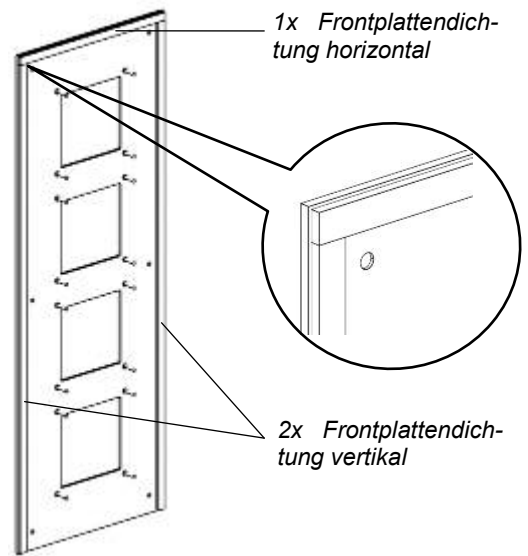

Abb. 9: Frontplatte (Ansicht von Hinten)
- ▶ Kleben Sie die horizontale Frontplattendichtung auf die Rückseite der Frontplatte (Abb. 9).
- ▶ Kleben Sie die vertikalen Frontplattendichtungen immer auf Stoß zur horizontalen Frontplattendichtung (Detail Abb. 9).